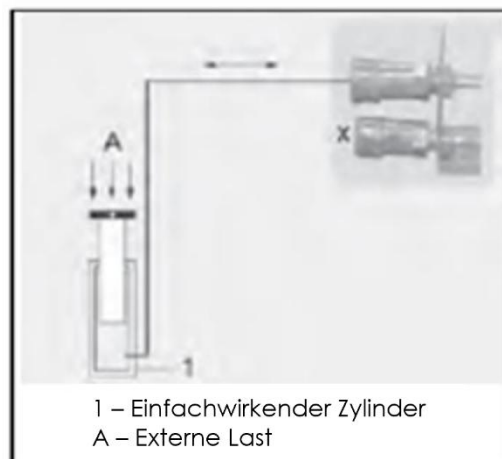

Abb. 116 – EINFACHWIRKENDER ZYLINDER
1. Schließen Sie ein Ende des Hydraulikanschlusses an den einfachwirkenden Zylinder an, wie in Abb. 116 dargestellt. Der Zylinder wird ordnungsgemäß mit Hydraulikdruck versorgt. Wenn der hydraulische Druck abgebaut wird, wird der Zylinder jedoch nur eingezogen, wenn eine äußere Kraft, z. B. potenzielle Energie, vorliegt.